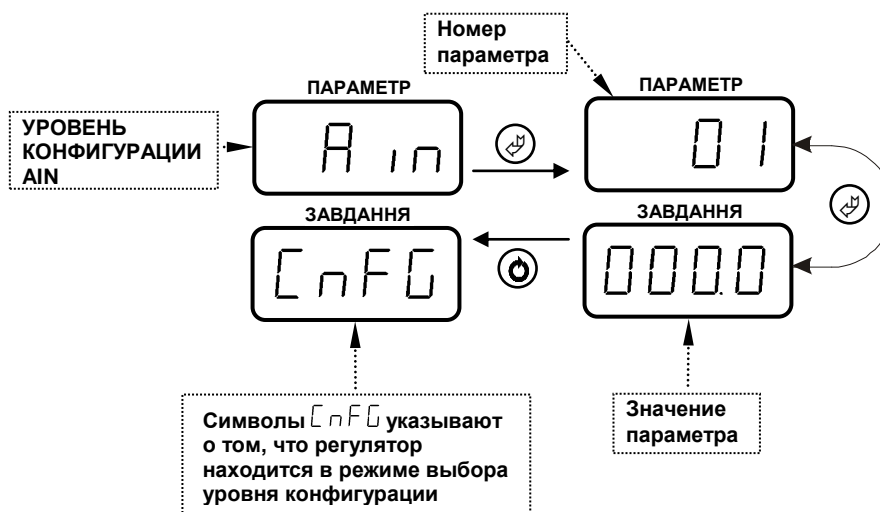

Рисунок 4.4 – Индикация уровня режима конфигурации, номера параметра и значения параметра.
• Параметры разделены по группам, каждая из которых называется "уровень". Каждое заданное значение (элемент настройки) в этих уровнях называется "параметром". Параметры, используемые в регуляторе МИК-111, сгруппированы в 13 уровней и представлены на диаграмме – см. рис 4.3. Индикация уровней режима конфигурации, номеров и значений параметров показаны на рис. 4.4.
В дальнейшем по тексту руководства по эксплуатации идет ссылка на параметр из таблицы параметров регулятора в виде XXX.YY (например AIN.01), где XXX – название уровня конфигурации, а YY – номер параметра (смотри рисунок 4.4).